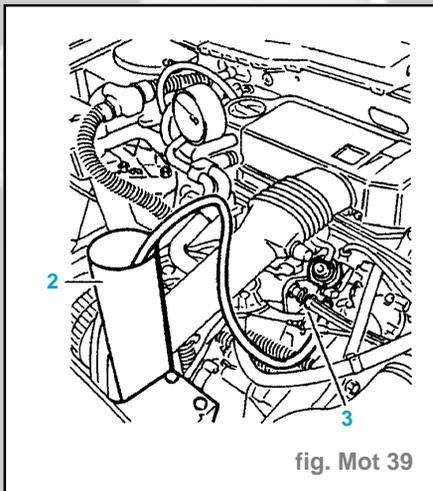

fig. Mot 39
- Débrancher le tuyau de retour du carburant (3) (fig. Mot. 39).